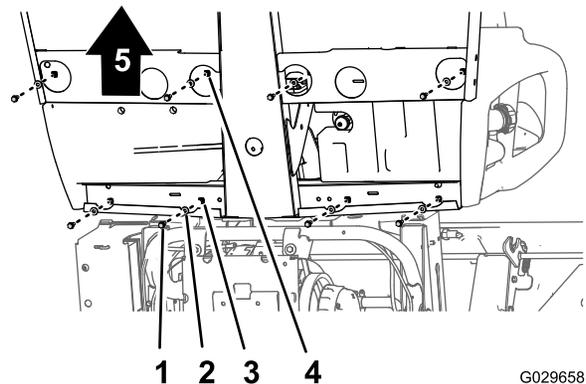
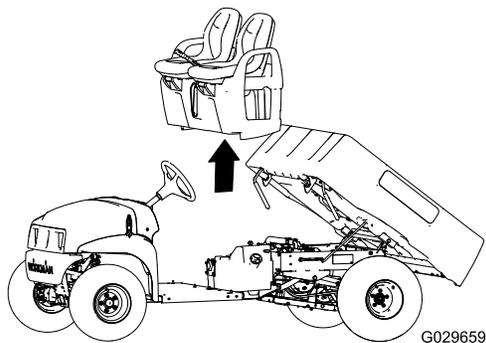

図 47
図 48
1. 車両の下側で、座席ベースをフロアプレートと後キャブチャンネル材に固定しているフランジヘッドボルト8本とワッシャ8枚を外す 図 47。
- 機体から、座席、座席ベース、駐車ブレーキケーブルを注意深く吊り上げる 図 47。
- 座席と座席ベースを機体上に降ろしてブレーキケーブルをシャーシに沿って配置する 図 47 と 図 48。
- 座席ベースについている穴を、フロアプレートの穴と後キャブチャネルの穴に合わせる 図 47 と 図 48。